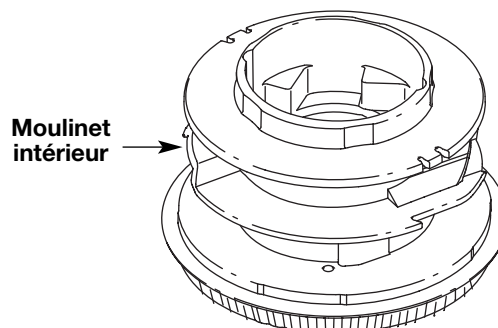

Fig. 24
- Retirez tout le fil du moulinet intérieur avant de nettoyer. Enlevez tout débris ou trace d'herbe du bouton, du ressort, du moulinet et du joint en mousse. Lavez le moulinet intérieur avec de l'eau tiède savonneuse (Fig. 24).